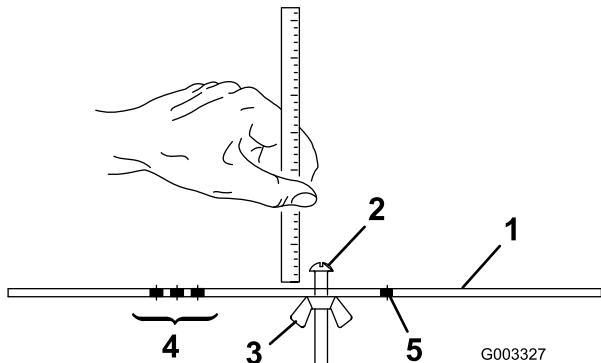

Figure 16
- Desserrez l'écrou du gabarit (Figure 16) et tournez la vis de réglage de manière à obtenir la hauteur de coupe voulue. L'écartement entre la base de la tête de la vis et la face du gabarit correspond à la hauteur de coupe.